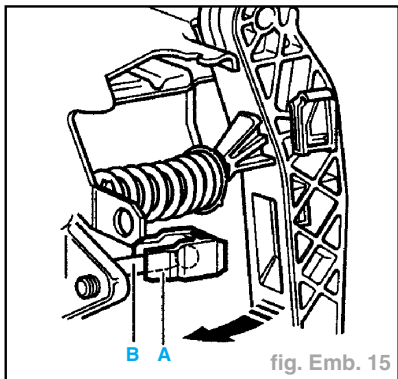

fig. Emb. 15
- la pièce de logement (A) doit se trouver sur la tringle de commande (B) du cylindre émetteur (fig. Emb. 15),